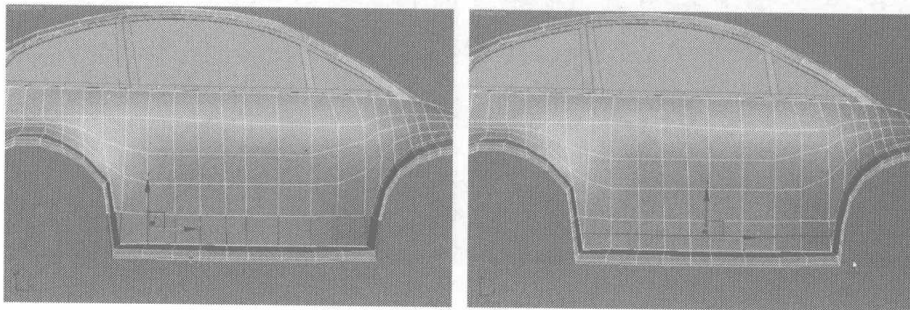
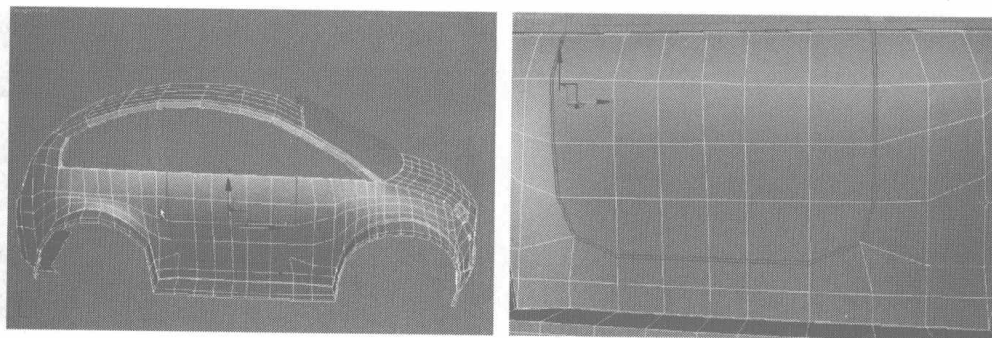

图 7.164
图 7.165
- 13** 选择汽车下面的曲线，单击 **Connect** 按钮，添加一条曲线，如图 7.164 所示。调整节点的位置，然后选择车门位置的曲线，单击 **Chamfer** ☐ 按钮右边的小方块，设置倒角参数，单击 **OK** 按钮，如图 7.165 所示。